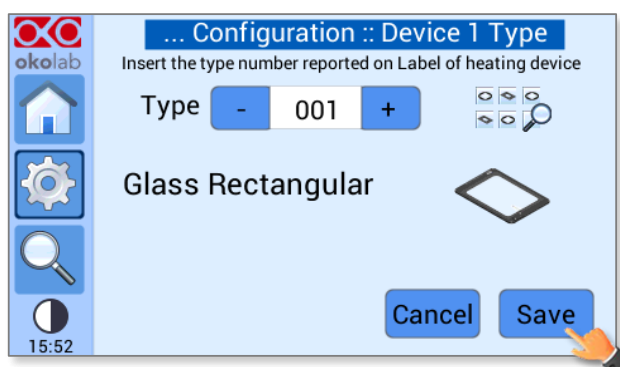

Figura 20. Conferma della selezione.
- 3 Premere il pulsante *Salva* per confermare o il pulsante *Annulla* per annullare (vedere la Figura 20).